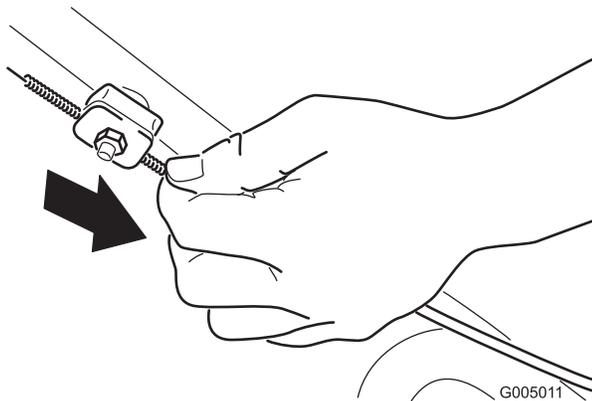

Figure 25
2. Tirez la gaine du câble vers le bas (vers la machine) jusqu'à ce qu'il n'y ait plus de mou dans le câble (Figure 25).